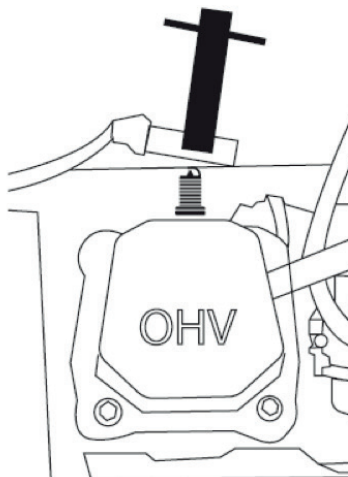

Figura 19: Quite la Bujía
6. Use la llave de tubo de la bujía entregada, quite la bujía de la cabeza del cilindro (ver Figura 19).